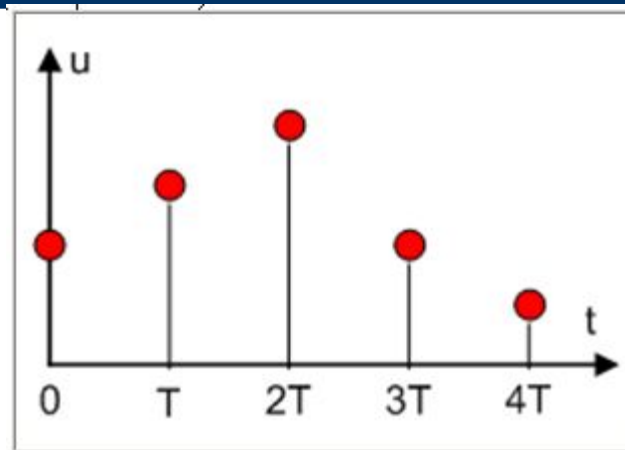

Рис. 10.
- Кроме этого, выдача сигнала происходит в дискретные моменты времени в соответствии с алгоритмом работы МПС (см. рис. 10).